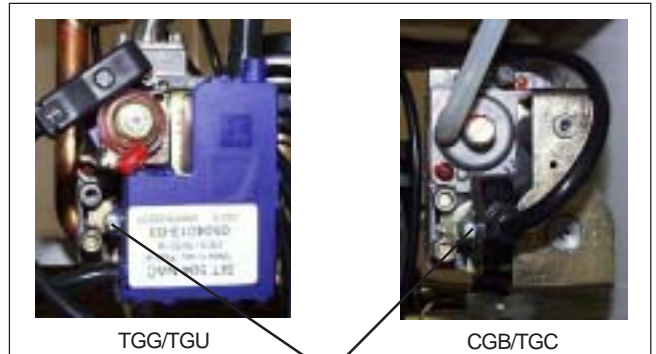

Abbildung 1: Befestigungsschraube Stecker
- Lösen Sie die Befestigungsschraube des Zündtrafos (TGG/TGU) bzw. des Molex-Steckers (CGB/TGC) (siehe Abb.1).